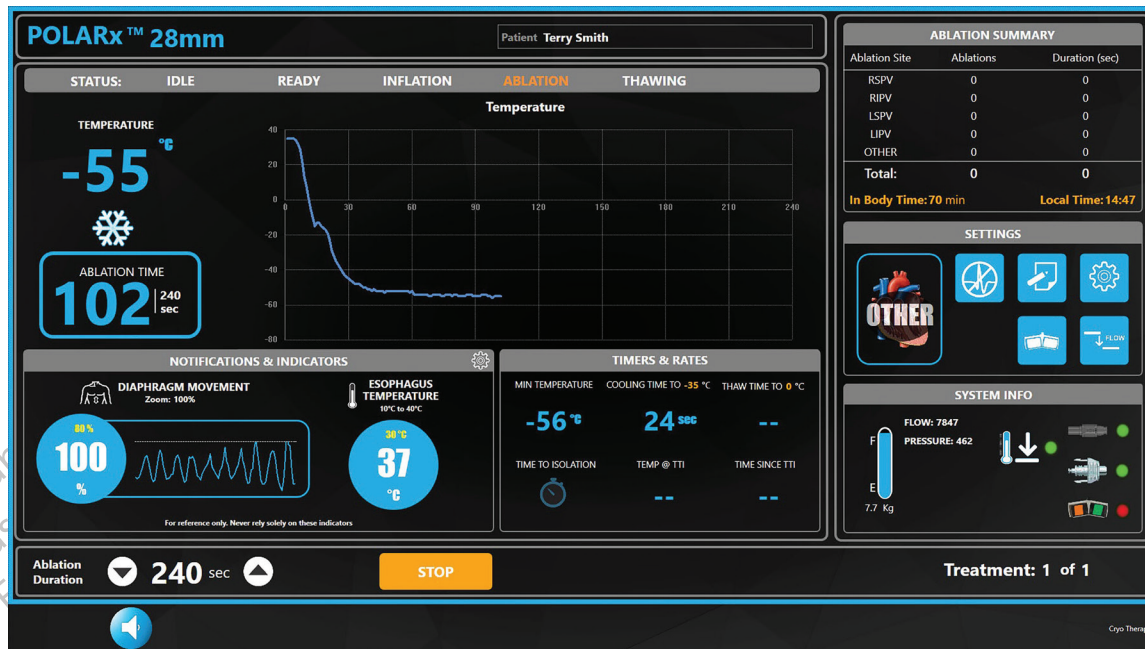

Figure 16. Écran de thérapie – état Ablation
5. Lorsque le système est à l'état **ABLATION**, les indicateurs suivants sont visibles sur l'écran de thérapie (Figure 16) :